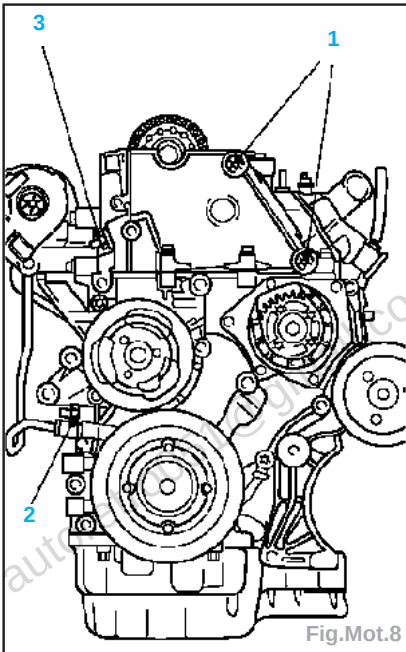

Fig.Mot.8
- Chauffer activement les boulons de fixation (1) à l'aide d'un pistolet à air chaud et déposer les vis (Fig.Mot.8).